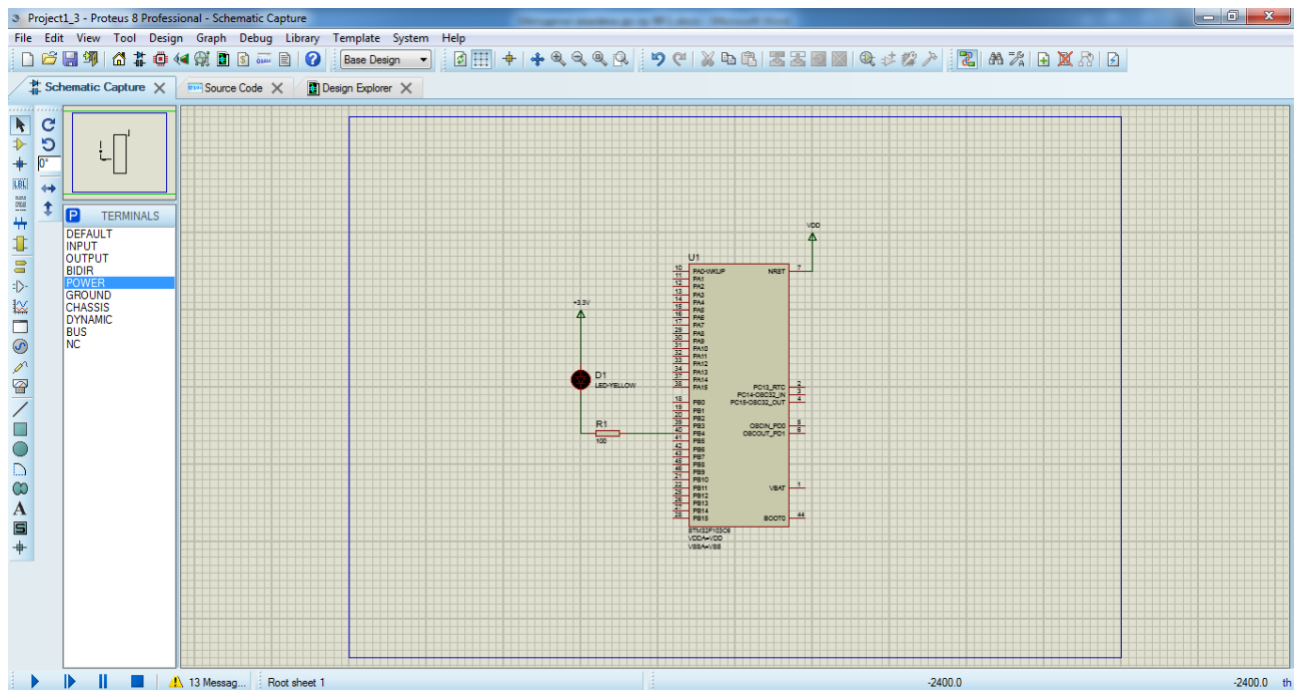

Рис. 5
9) з'єднати розміщені елементи провідниками з виводом МК згідно з рис. 5 (при цьому обрати вивід МК згідно з варіантом);